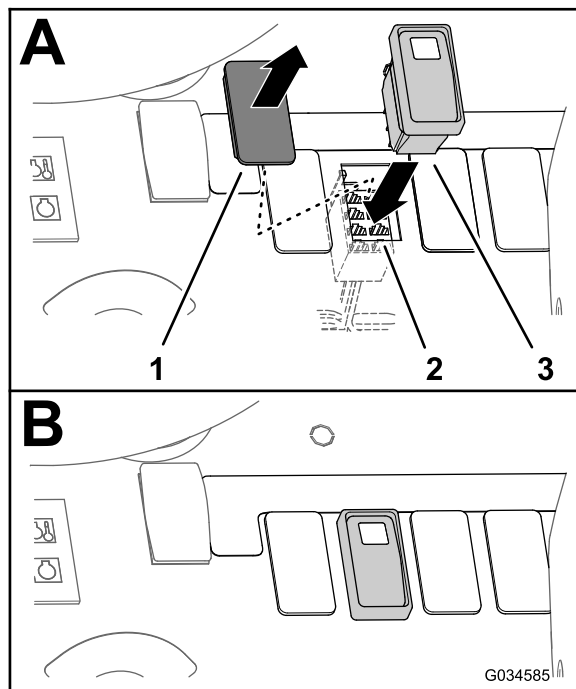
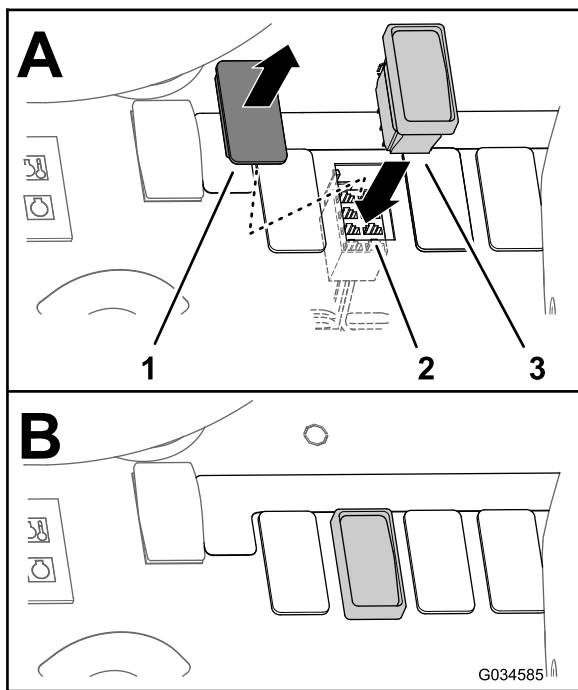

图29
图30
1. 卸下仪表板上供冲洗水箱开关使用的栓塞 (图30 或图29)。
3. 正确布置 8 插槽接头，使其朝向仪表的开口（图 29 或图 30）。
4. 将 3 位置开关通过仪表板接入 8 插槽接头（图 29 或图 30）。
5. 将 3 位置开关插入仪表板的开口，直至开关闩锁牢固卡入仪表（图 29 和图 30）。